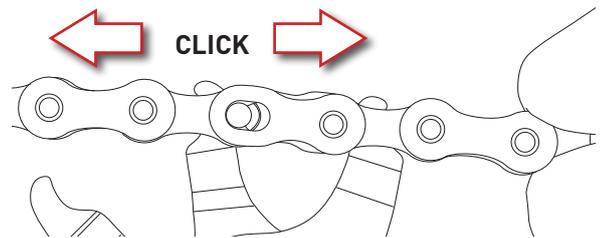

Abb.11
- Drücken Sie die Zange, bis Sie ein Klick durch die Positionierung der beiden Stifte im Ösenbereich mit dem geringeren Durchmesser hören (Abb. 11).